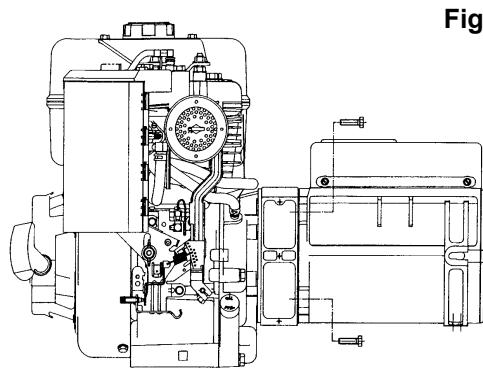

Fig. 2
-) bloccare l'alternatore sul coperchio fissando i quattro dadi M8 sui tiranti, applicando una coppia di pari a $16\pm7\%$ Nm (fig. 2).
-) fix the alternator to the cover by using the four M8 nuts onto the bolts and by applying a tightening torque of $16\pm7\%$ Nm (fig. 2).
-) bloquer l'alternateur sur le couvercle en fixant les quatres écrous M8 sur les tirants, en appliquant un couple de serrage de $16\pm7\%$ Nm (fig. 2).
-) Den Umwandler auf dem Deckel befestigen und ihn mit Hilfe der vier Muttern M8 an den Zugstangen befestigen bei Aufbringen eines Anzugsmoments von $16\pm7\%$ Nm (Abb. 2).
-) sujeté el alternador en la tapa fijando las cuatro tuercas M8 en los tirantes, aplicando un par de torque de $16\pm7\%$ Nm (fig. 2).